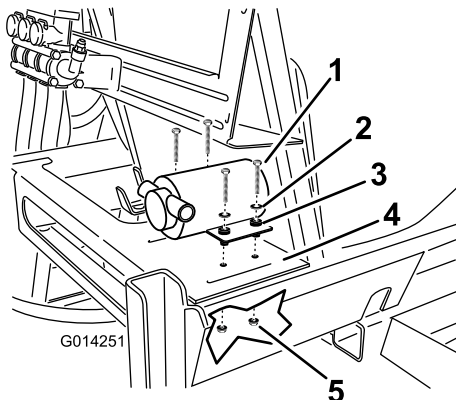

Figura 19
1. Monte la bomba del depósito de enjuague al bastidor del depósito situado en la plataforma del lado trasero derecho del depósito principal, tal y como se muestra en la Figura 19.
2. Sujete la bomba del depósito de enjuague al bastidor con 4 pernos, 4 arandelas y 4 contratuercas (Figura 19).